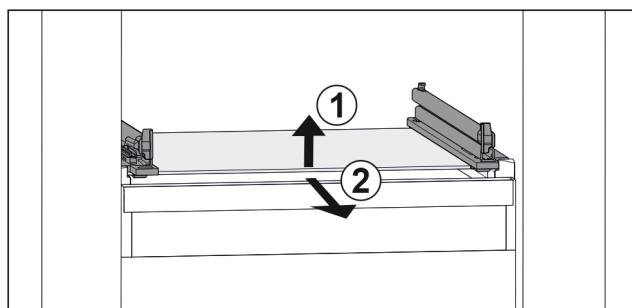

Fig. 153 Примерно изображение на стъклената плоча
- Повдигнете стъклената плоча отпред. Fig. 153 (1)
- Извадете стъклената плоча напред. Fig. 153 (2)